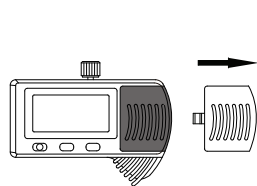

fig.1
- Rimuovere il coperchio del vano batteria (fig. 1).